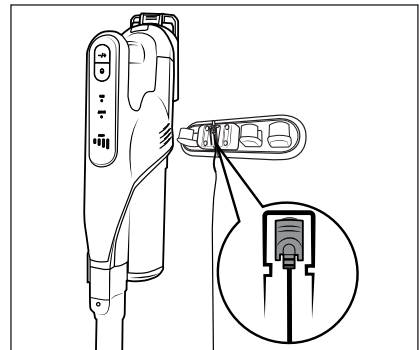

Fig. 6
- ◆ Coloque la aspiradora en el soporte mural **17** desde arriba de forma que el conector coaxial **10** se introduzca en la conexión de carga **2** de la parte inferior del aparato. Tras esto, el indicador de la batería **25** comienza a parpadear y se inicia el proceso de carga (consulte la fig. 6 y la 7).